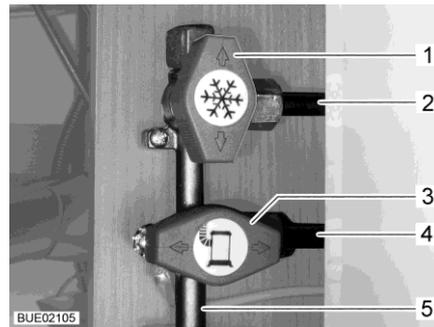

Fig. 125 Posición de las válvulas de paso de gas (ejemplo)
- Abrir:** ■ Poner la válvula de paso de gas del equipo de gas correspondiente en posición paralela (Fig. 125,3) a la tubería (Fig. 125,4) que conduce al equipo de gas.
- Cerrar:** ■ Poner la válvula de paso de gas del equipo de gas correspondiente en posición transversal (Fig. 125,1) a la tubería (Fig. 125,2) que conduce al equipo de gas.